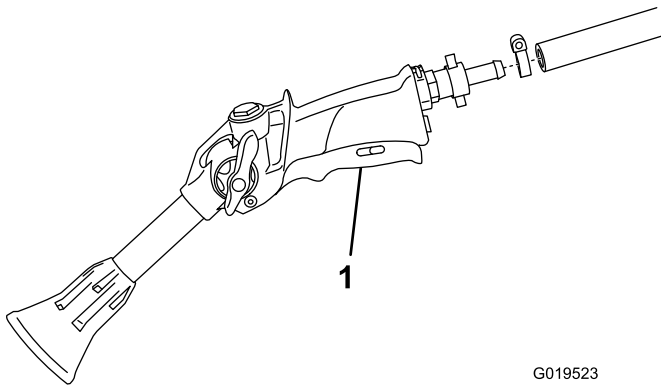

Figure 11
1. Connectez l'extrémité libre du long flexible au raccord du pistolet pulvérisateur (Figure 11).